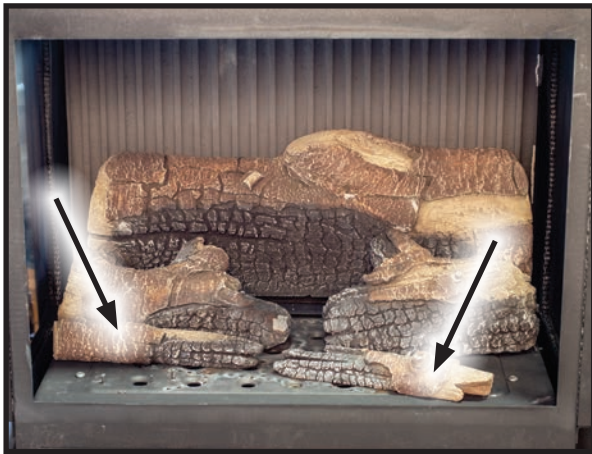

Figure 46: Log #2 & #3 Placement
3. Placez le journal n° 3 devant le journal n° 5 à gauche et le journal n° 2 devant le journal n° 6 à droite. Alignez les trous du bas avec les broches du plateau du brûleur (Figure 46).